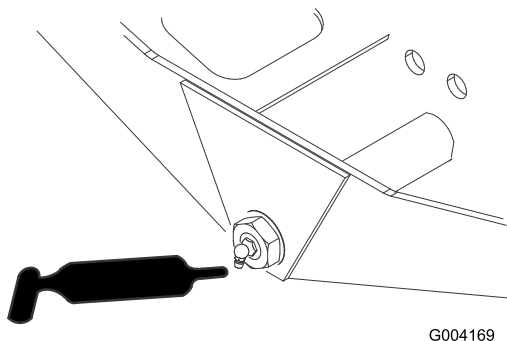

Рисунок 49
- Ось поворота моста (1 шт.) (Рисунок 49)